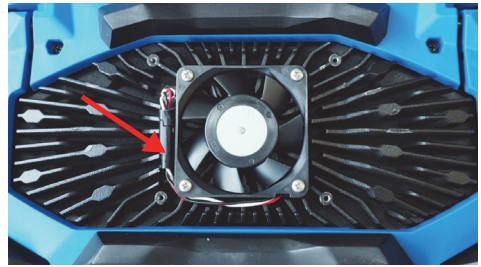

Figure 4-3 Déconnexion du câble du ventilateur (à gauche) et assemblage final (à droite)
3. Si le ventilateur est endommagé, ou s'il fonctionne mal, déconnectez soigneusement le câble (Figure 4-3 à la page 57) et remplacez le ventilateur.
4. Si le câble du ventilateur a été débranché ou déplacé, assurez-vous de le reconnecter ou de le replacer correctement au moment de réassembler le ventilateur (Figure 4-3 à la page 57).